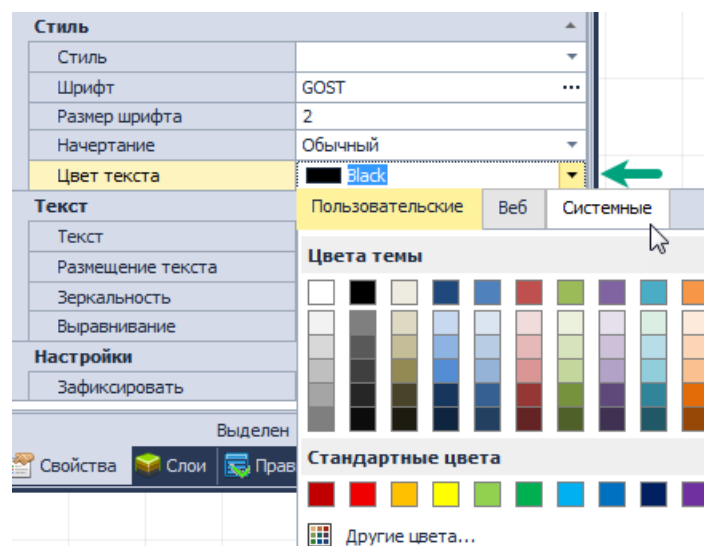

Рис. 398 Выбор цвета
- Пункт «Цвет текста», поле «Стиль» - выбор цвета текста. Возможен выбор цветов, заданных в системе, а также выбор произвольного цвета во вкладке «Пользовательские», см. Рис. 398.